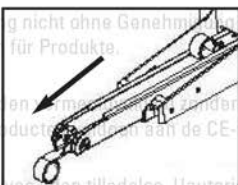

FIG 4
- A. Pousser le poussoir jusqu'au bout du magasin. (Fig 4)